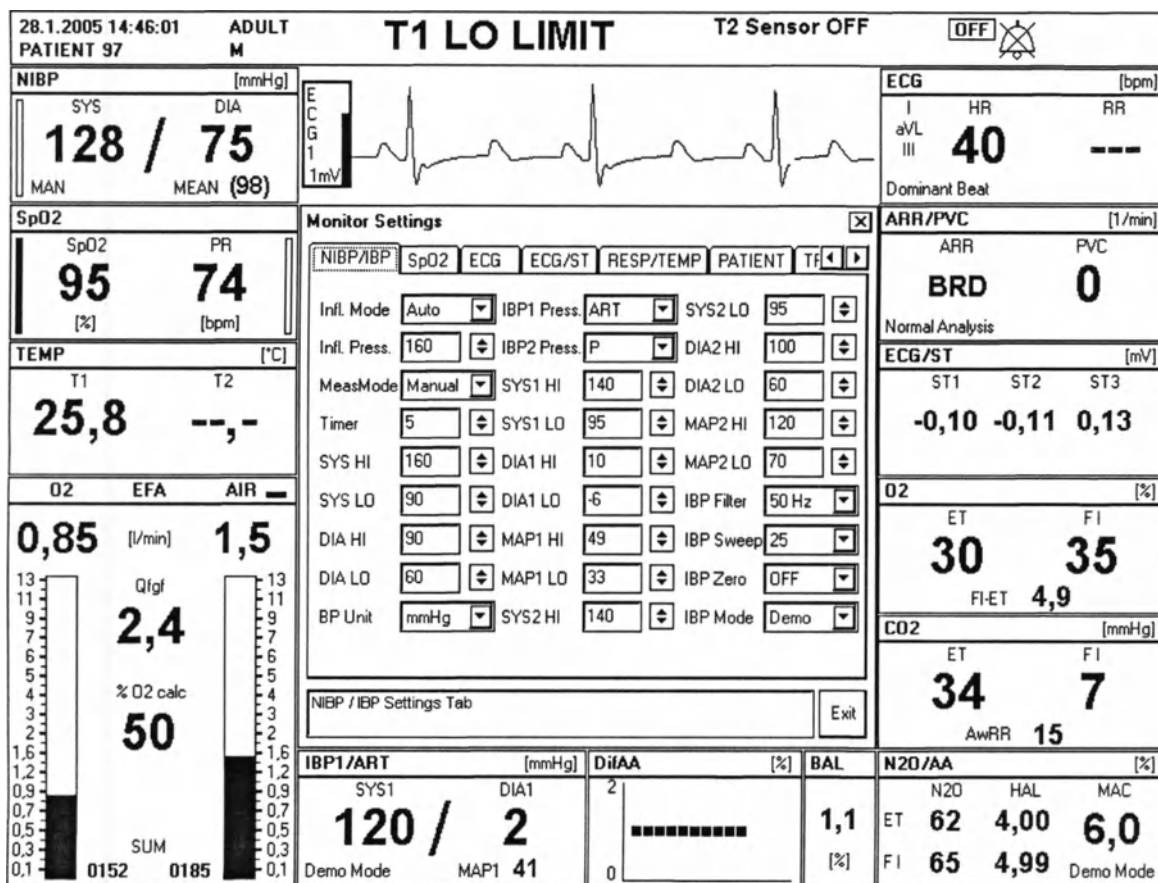

Рис.85. Меню аппарата
Кнопка служит для открытия управляющего меню монитора, с помощью которого управляется вся работа монитора – см. рис. 85. Меню можно изобразить и нажатием на поворотный переключатель.
На рис.85 показан вид экрана устройства после активации меню поворотным переключателем или кнопкой MENU. Управляющее меню работает на принципе закладок, причем каждая закладка логически предназначена для настройки определенного модуля или системных действий. При входе в определенную закладку изобразятся модифицируемые функции, действующие для данной закладки.
- **2-й уровень меню** – представляет перемещение между функциями в рамках выбранной закладки (например, NIBP – см. рис. 85). Перемещение опять выполняется вращением поворотного переключателя. Выйти с этого уровня можно, нажимая на "NORMAL SCREEN" или фокусируя кнопку "EXIT" в правом нижнем углу меню и нажимая на поворотный переключатель. Переход в 1 уровень меню происходит после нажатия кнопки "МЕНЮ" или посредством фокусирования заголовка закладки и после нажатия поворотного выключателя. Переход на 3-й уровень меню – т.е. выбор требуемой функции, осуществляется его фокусированием и нажатием на поворотный переключатель.
состояний монитора – см. рис. 85. Таким образом, меню перекрывает только нижние поля изображенных кривых или минитенденций.